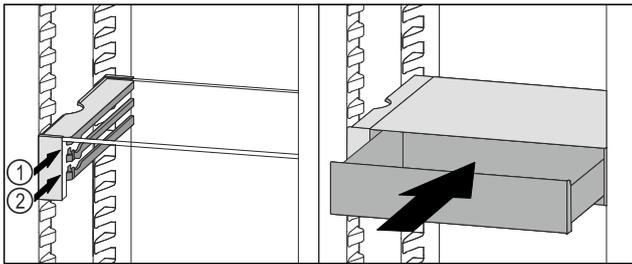

Fig. 128
- ▶ VarioSafe-Schubfach hinter den Stopperrn auf gewünschter Rippe Fig. 128 (1) oder Fig. 128 (2) aufsetzen.